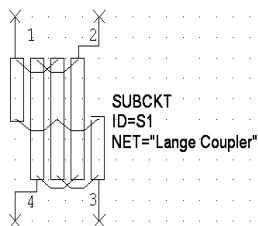

Рис. 3.40
5. Снова щёлкните по элементу ответвителя Ланге правой кнопкой мышки, выберите **Flip** и, вращая мышкой против часовой стрелки, создайте зеркальное отображение элемента. Элемент должен выглядеть, как показано на рис. 3.40.